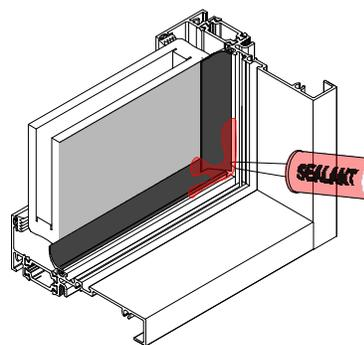

FIG. 2
- c. À l'aide d'une spatule à mastic, enlever la longueur de joint chevauchante et appliquer du scellant entre les joints d'étanchéité et autour du coin pour prévenir les infiltrations d'air. **Voir FIG. 2.**